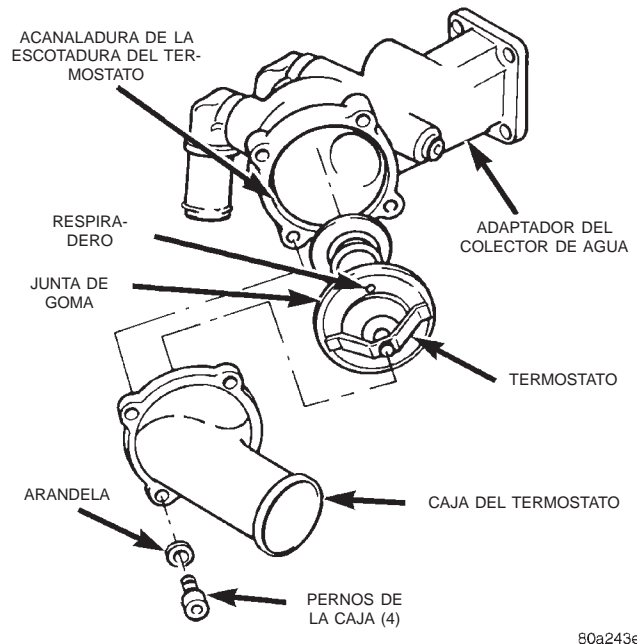

Fig. 25 Desmontaje e instalación del termostato
(4) Retire los cuatro pernos de la caja del termostato (Fig. 25)
(5) Retire la caja del termostato del colector de agua.
(6) Retire el termostato y la junta de goma del colector de agua.
(7) Limpie a fondo las superficies de contacto de la junta de goma.
(1) Instale una junta de goma nueva alrededor del reborde exterior del termostato (la junta tiene una muesca). No aplique adhesivo a esta junta.
(2) Instale el termostato y la junta de goma de recambio como un conjunto dentro del adaptador del colector de agua (el extremo puntiagudo del termostato debe estar orientado hacia la parte delantera del motor) (Fig. 25). Observe la acanaladura de la escotadura del colector de agua. **Asegúrese de que el respiradero del termostato esté en la posición de las 12 horas (Fig. 25).**